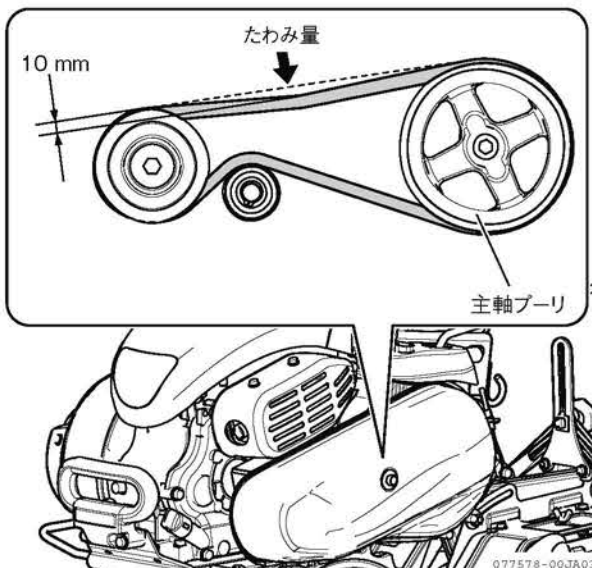

図 4-24 点検のしかた
5. 主クラッチレバー「切」位置、走行変速レバーを「N（中立）」位置にして、主軸プーリが手で軽く回り、ベルトと主軸プーリの連れ回りがいないことを確認します。（図4-24）
4. ベルト中央部を約 20 N の力で押したときのたわみが約 10 mm になるように調整します。(図 4-24)